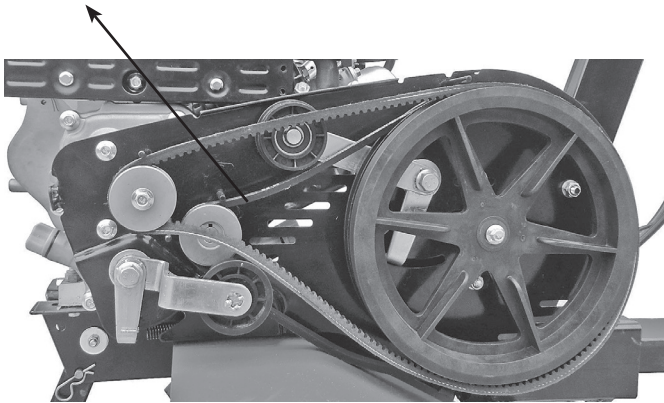

Abbildung 10
- Wenn die Riemenspannung außerhalb der normalen Spannungsgrenzen liegt, muss sie nachgestellt werden. Lösen Sie die 4 Motormuttern (siehe Abb. 10 und 11).